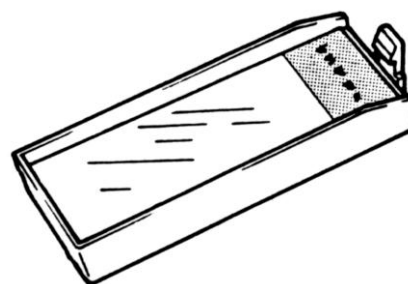

Figura 3-2
1. Scrivere il nome dei campioni su un vetrino pulito. Posizionare il vetrino con il lato smerigliato rivolto verso l'alto nel supporto della camera campioni (1). Vedere Figura 3-2.